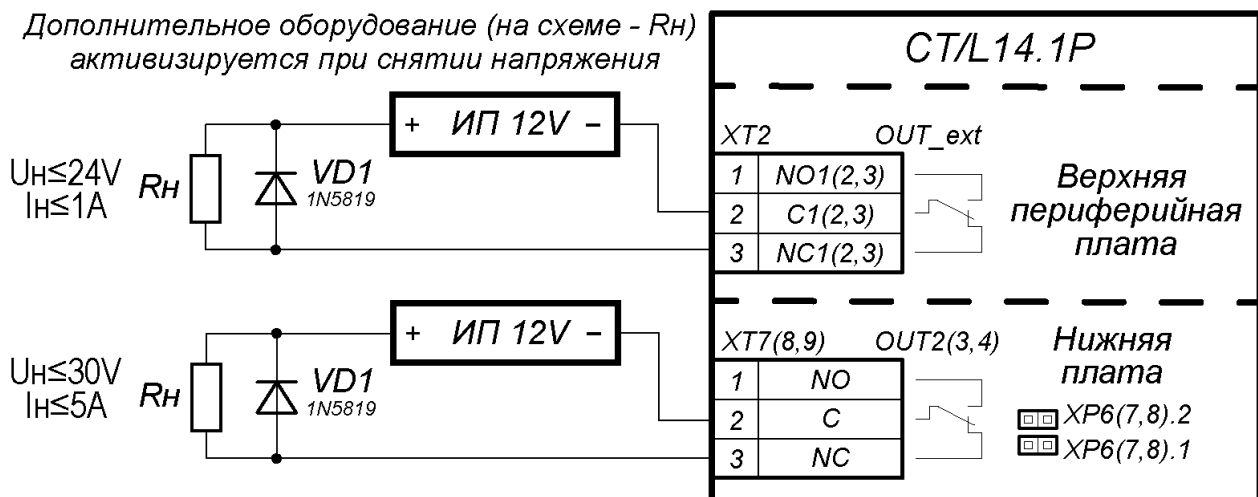

Рисунок 12. Схема подключений дополнительного оборудования к релейным выходам контроллера
1. Типовые схемы подключения дополнительного оборудования представлены на рис. 12, 13, 14.
При подключении к выходам дополнительного оборудования с индуктивной нагрузкой (R_n) необходимо использовать диод искрозащиты (**VD1** на рис. 12). Например, диод Шоттки, рассчитанный на рабочий ток не менее 1А (1N5819).